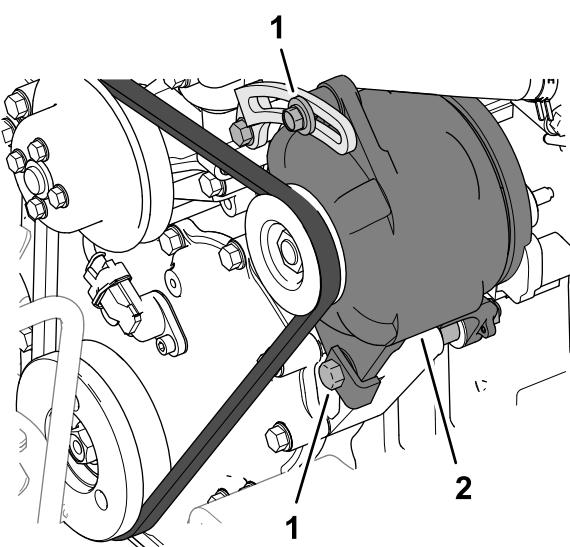

Рисунок 161
Через каждые 100 часов работы проверяйте состояние и натяжение ремней (Рисунок 161).
5. Если прогиб больше или меньше 10 мм, ослабьте крепежные болты генератора (Рисунок 161).